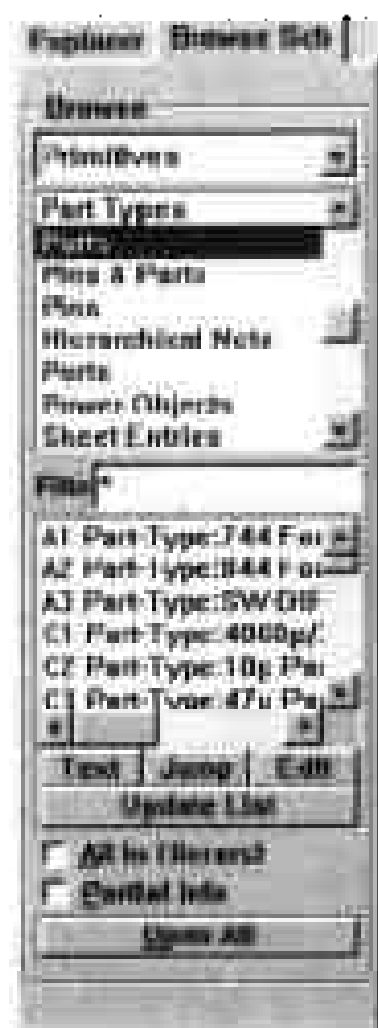
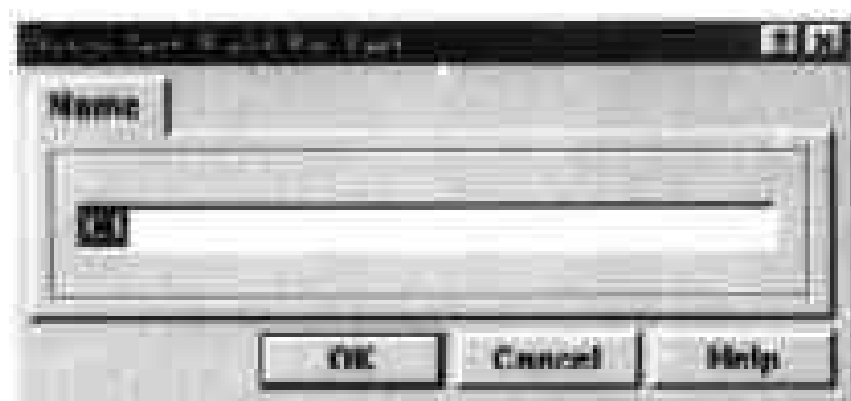

图 3-55 利用浏览器窗口管理元件
图 3-56 修改元件序号的对话框
择 Primitives, 则浏览器窗口就切换成元件浏览窗口, 如图 3-55 所示。
(1) 打开原理图后, 将浏览器窗口切换至图 3-55 所示的窗口。在窗口上部的列表框中显示出了所有的元件类型, 单击 Parts。
(2) 此时在窗口下部的列表框中显示出了原理图中所包含的所有元器件, 用户可以对其中的任何一个进行编辑, 比如 C1。
(3) 在列表框中单击 C1, 再单击列表框底部的 Text 命令按钮, 弹出如图 3-56 所示的对话框, 在它的输入框中可以修改所选元件的序号(名称), 然后单击 OK 命令按钮, 返回工作窗口。